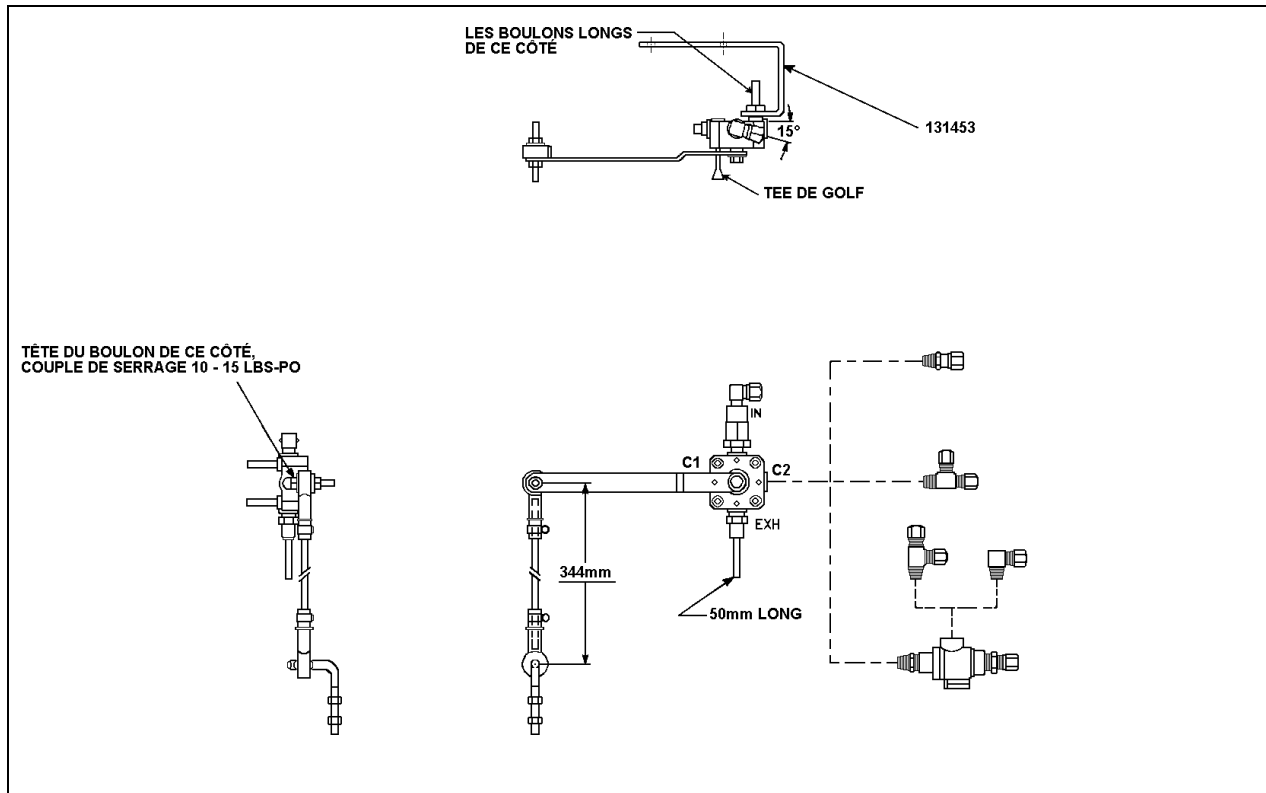

FIGURE 5: INSTALLATION DE LA SOUPE DE COMMANDE DE HAUTEUR GAUCHE ARRIÈRE BARKSDALE
6. Démontez l'ensemble soupape, jeter la soupape Neway tout en prenant soin de garder les raccords. Retirer les étranglements insérés dans les raccords, jeter les étranglements. Nettoyer les raccords et entourer les filets de produit d'étanchéité Teflon en pâte. Ajouter un clapet de non-retour (Prévost no 640135) sur l'admission de la soupape. Ne pas utiliser un étau pour serrer le corps de la soupape lors du remontage des raccords, visser des écrous sur les goujons et serrer les écrous dans l'étau. Éviter de trop serrer les raccords, serrer à la main seulement, ajouter un tour et demi puis positionner à l'angle désiré. Afin d'assurer le bon fonctionnement de la soupape, tourner le levier de commande trois fois dans les deux sens. Monter le raccord (Prévost no 641332) muni de la tuyauterie flexible (Prévost no 503402) sur l'orifice d'échappement (voir la fig. 5).
8. Monter le manchon de caoutchouc (Prévost no 630133) sur la tige pliée déjà installée, insérer la nouvelle tige (Prévost no 131447) dans le manchon puis monter le deuxième manchon (Prévost no 630117) sur la tige. Fixer à l'aide des colliers de serrage (Prévost no 504014) selon la fig. 5.